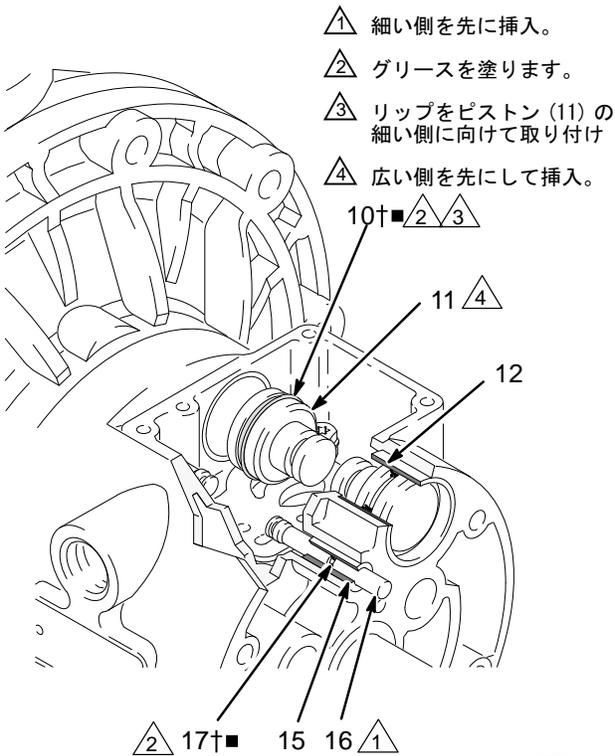

図 8
4. 軸受 (12) から 2 本の作動装置ピストン (11) を引き抜きます。ピストンから U カップのパッキン (10) を外します。軸受 (15) からパイロットピン (16) を引き抜きます。パイロットピンから 0 リング (17) を外します。図 8 を参照してください。
6. 軸受 (12、15) を取り付けただままで点検します。図 8 を参照してください。軸受にはテーパーが付いています。損傷していた場合には、外側から外す必要があります。そのためには、液体セクションを分解する必要があります。22 ページを参照してください。
- パイロットピン (16) ごとに O リング (17+■) を取り付けます。ピンと O リングにグリースを塗ります。ピンを細い側を先にしてベアリング (15) に挿入します。図 8 を参照してください。
- アクチュエータピストン (11) ごとに U カップパッキン (10+■) を取り付けます。パッキンのリップをピストンの細い側に向けます。図 8 を参照してください。
- U カップパッキン (10+■) とアクチュエータピストン (11) に潤滑剤を差します。アクチュエータピストンを太い側を先にしてベアリング (12) に挿入します。ピストンの細い側が見えるようにしておいてください。図 8 を参照してください。